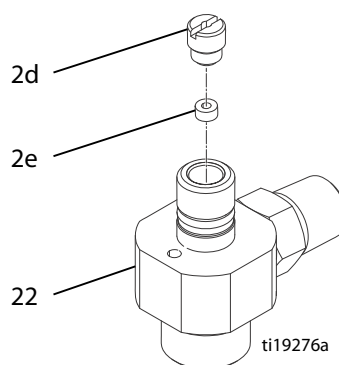

Рис. 11
- Слегка смажьте внутренние полости корпуса подачи жидкости (22). Установите небольшое уплотнение (2е) таким образом, чтобы кромки были направлены в полость корпуса подачи жидкости. Установите фиксатор уплотнения (2d) и затяните с усилием 3,4–4,5 Н·м (30–40 дюймофунтов). См. Рис. 11.